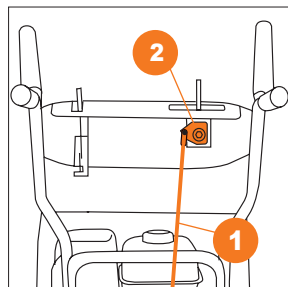

Рис. 8
- Подсоедините штангу рычага выбора передач **1** к кронштейну рукоятки выбора передач **2** и зашплинтуйте ее (Рис. 8).